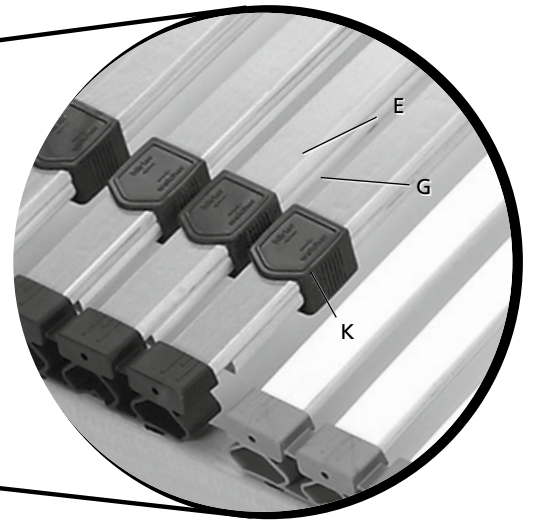

Abb. 2
Vom Kopfende aus gesehen, werden die Unterleisten (G), unter der 13. bis einschließlich 18. Federleiste (E) mit je 2 Härteschiebern (K) befestigt (siehe Abb. 2).
2. *Leiste (G) unter die Leiste (E) halten, einen Härteschieber (K) über das freie Ende der beiden Leisten schieben. (6x)*
3. *Leiste (E) nun aus der Kappe ziehen um Härteschieber (K) auf der anderen Seite über die beiden Leisten zu schieben. Leiste (E) wieder in die Kappen stecken. (6x)*